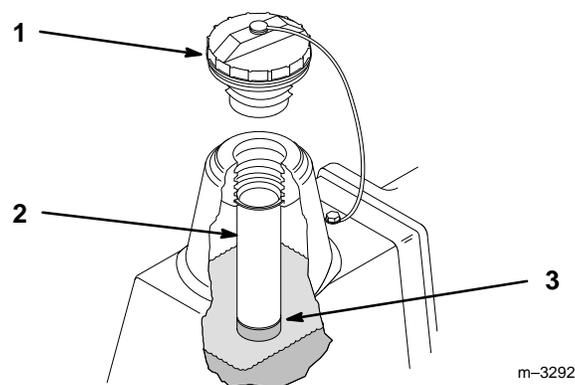

Abbildung 42
- Den Bereich um den Einfüllstutzen des Hydrauliköltanks herum reinigen (Abb. 42).
- Den Verschluss vom Einfüllstutzen abnehmen und in den Stutzen sehen, um den Flüssigkeitsstand zu kontrollieren. Der Flüssigkeitsstand sollte über dem unteren Rand des Siebs liegen (Abb. 42).
- Bei zu niedrigem Flüssigkeitsstand Öl nachfüllen, um den Pegel über den unteren Rand des Siebs zu bringen (Abb. 42).